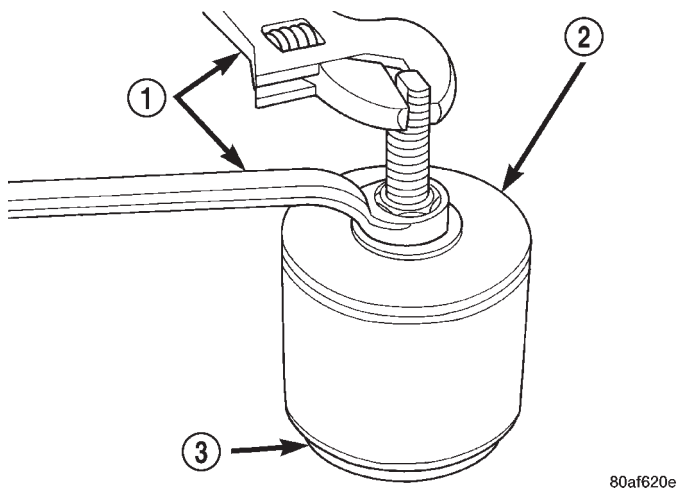

Fig. 52 Desmontaje de la cubeta de cojinete del eje de transferencia
(43) Retire la cubeta del cojinete del eje de transferencia del retén con la herramienta 6062 (Fig. 52).